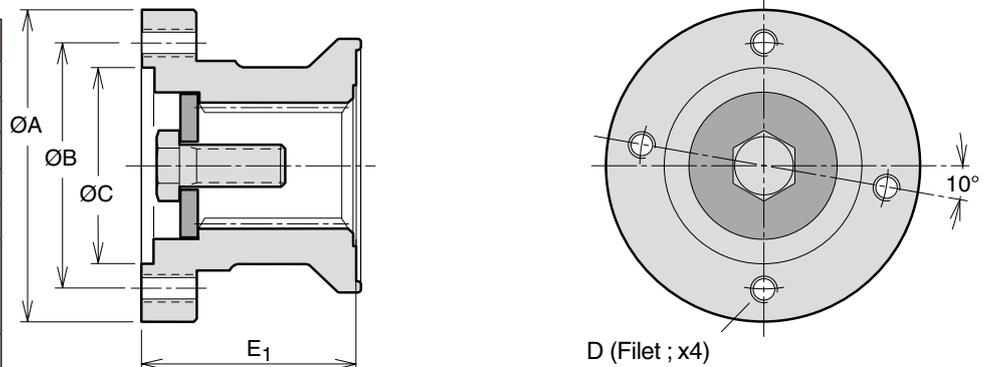

Fig. 3. SAE 88 (378 0644)
Désignation	SAE 88 (fig. 3)
### 2. Série F1 (fig. 3, illustration de droite)
- Faire communiquer par le tuyau souple à raccords banjo (inclus dans le kit 378 1085) l'orifice de drain le plus bas d'une des pompes (fig. 3) et l'orifice de drain le plus bas de l'engrenage.